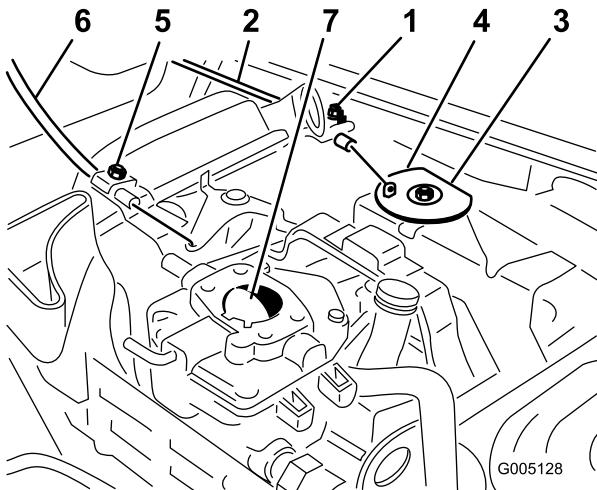

Figure 50
- Desserrez la vis du collier qui raccorde le câble au moteur (Figure 50).
- Tirez fermement sur le câble d'accélérateur jusqu'à ce que l'arrière du pivot atteigne la butée (Figure 50).
- Tirez fermement sur le câble de starter, jusqu'à ce que le papillon soit complètement fermé, puis serrez la vis du collier de câble (Figure 50).